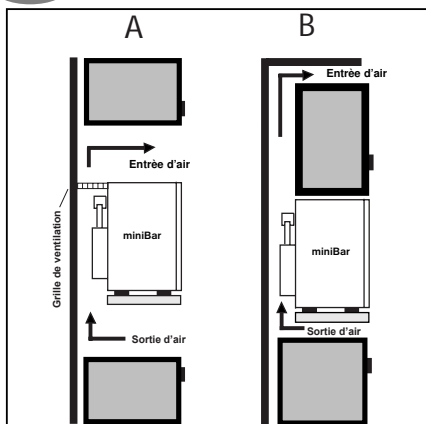

Figure 3
3. Veillez à garantir une aération suffisante conformément aux alternatives A, B, C, ou D (fig. 3 à 4)